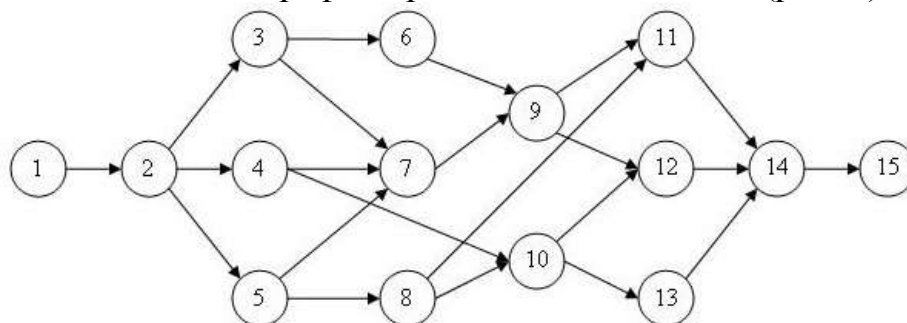

Рис.1. Сетевой график проекта
8.4. Известно, что сетевой график проекта «А» имеет вид (рис.1.).